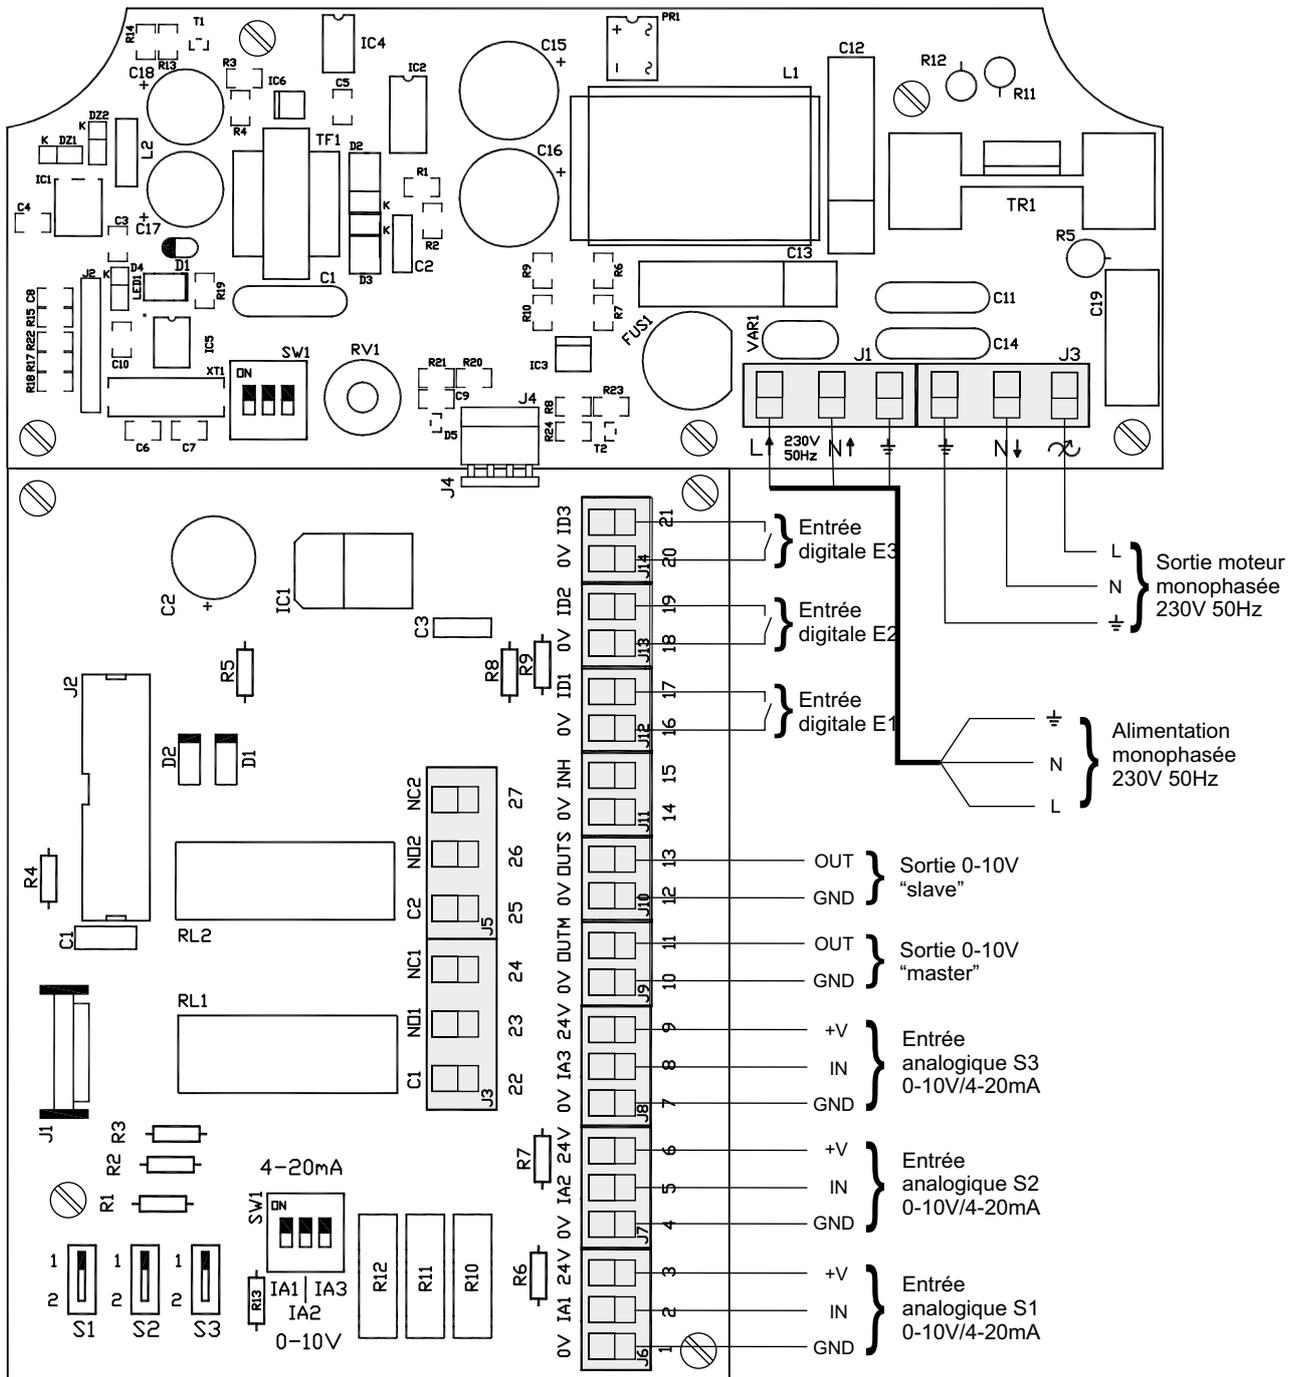

Fig.2
- **CONTROL ECOWATT AC/DC:** version avec alimentation monophasée AC et sortie analogique 0-10V pour moteurs DC ou convertisseur de fréquence. (Fig.2)
- **CONTROL ECOWATT AC/4A:** version avec alimentation monophasée AC et sortie en tension pour moteurs monophasés jusqu'à 4A. Pour cette version, les sorties analogiques 0-10V pour un moteur DC ou un convertisseur de fréquence, son aussi actives. (Fig.2)